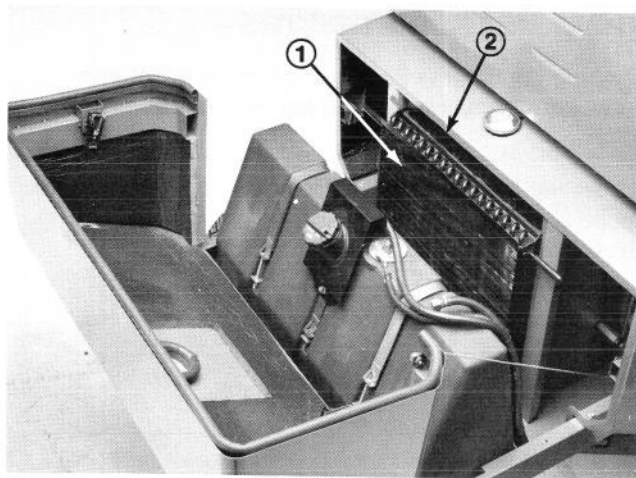

Figure 38
- B. Passer la main à l'intérieur du capot arrière du moteur, relâcher les fixations et ouvrir le capot arrière (Fig. 38). Soulever sur les poignées du refroidisseur d'huile et faire pivoter en arrière dans la rainure de montage. Nettoyer soigneusement les deux côtés du refroidisseur d'huile, du radiateur et la surface arrière du moteur à l'air comprimé. Remettre le refroidisseur en place et verrouiller les capots avant et arrière du moteur.